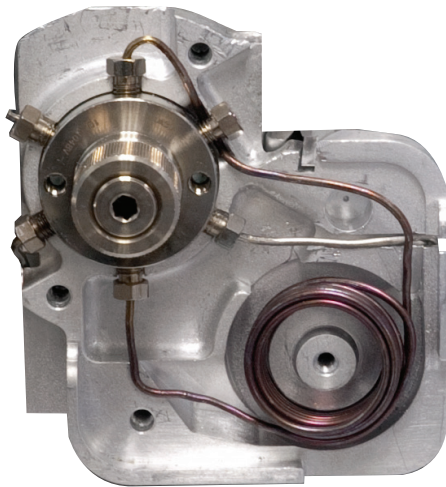

Figura 21. Posicionamento correto do loop de amostra no bloco de loop de amostra
- 12 Com o loop de amostra na frente da válvula de 6 portas, conecte ambas as extremidades do novo loop de amostra às posições 1 e 4, conforme mostrado na **Figura 21**.
- 14 Gire o loop de amostra na direção do bloco do loop de amostra (para a direita). Encaixe a extremidade superior do loop de amostra sobre e atrás da conexão 5 na válvula. Continue girando o loop de amostra até ele se encaixar no encaixe com rebaixo no bloco do loop de amostra, conforme mostrado na **Figura 21**.